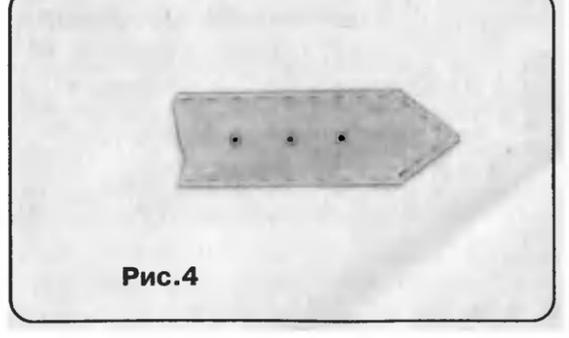

Рис. 4
9. На конце пояса делают несколько обметанных отверстий или пробивают блочки (рис. 4).